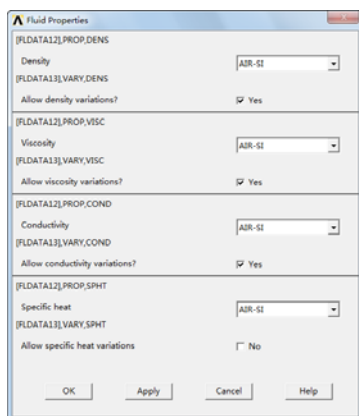

图 10-74 “Fluid Properties”对话框
④依次选择 Main Menu→Solution→FLOTTRAN Set Up→Fluid Properties，会弹出“Fluid Properties”对话框，如图 10-74 所示，在“Density”选择列表中选择“AIS-SI”，单击“Allow density variations?”后的方框，使“No”状态变为“Yes”；在“Viscosity”选择列表中选择“AIS-SI”，单击“Allow viscosity variations?”后的方框，使“No”状态变为“Yes”；在“Conductivity”选择列表中选择 AIS-SI，单击“Allow conductivity variations?”后的方框，使“No”状态变为“Yes”；在“Specific heat”选择列表中选择 AIS-SI。
③依次选择 Main Menu→Preprocessor→FLOTTRAN Set Up→Fluid Properties，会弹出“Fluid Properties”对话框，如图 10-74 所示，在“Density”选择列表中选择“CMIX”；在“Viscosity”选择列表中选择“CMIX”；其余采用默认设置。